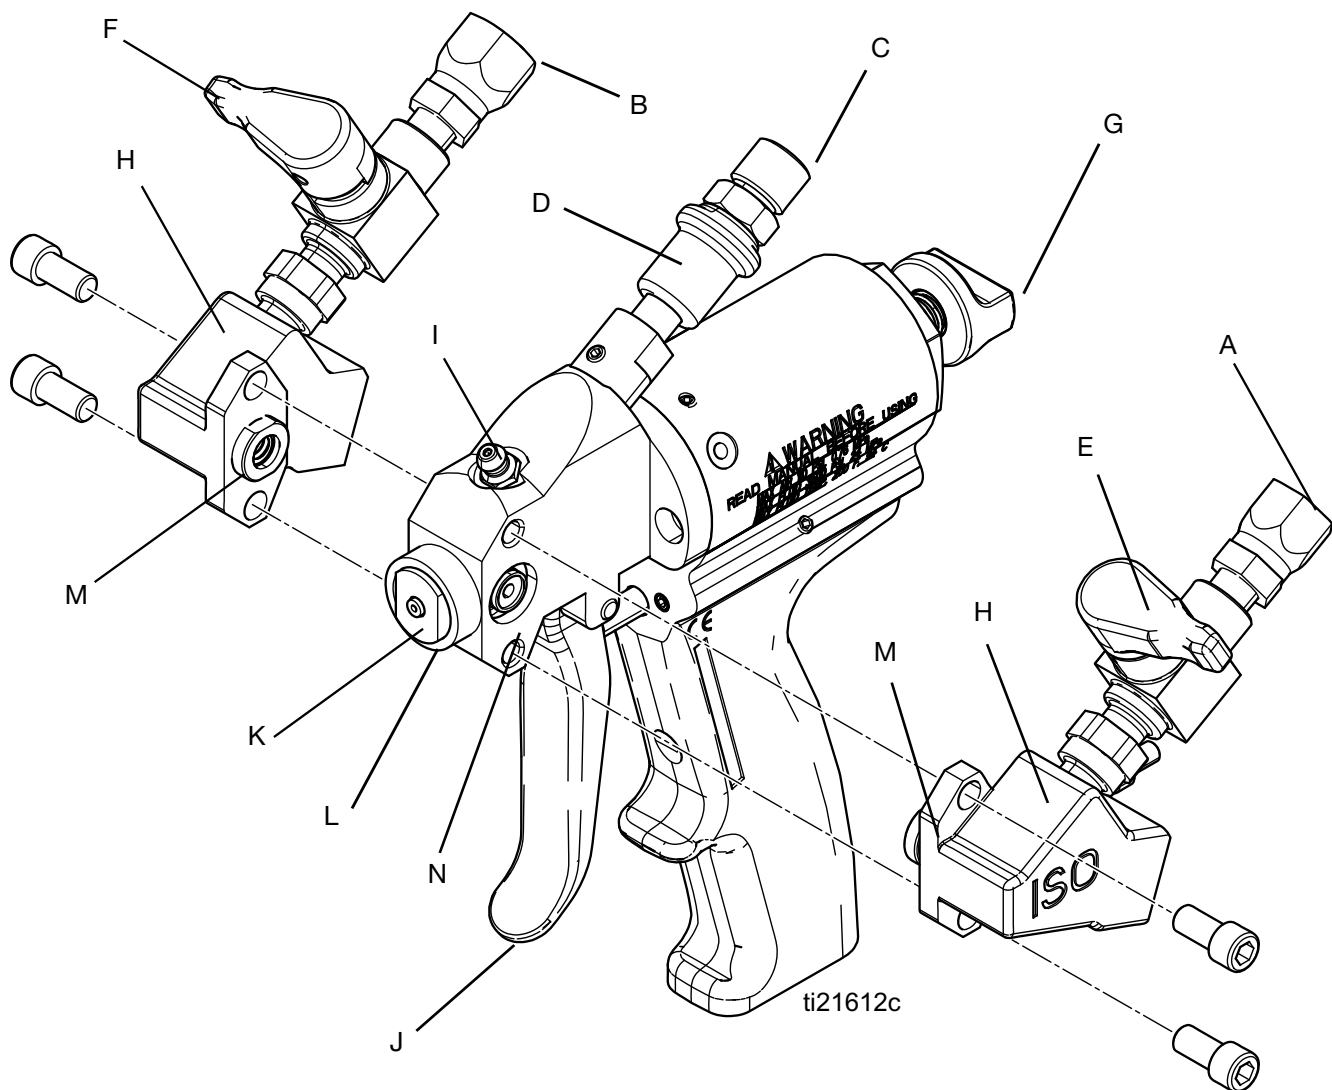

图 1 Probler P2 组件
3. 锁上活塞安全锁 (G)。请参见**活塞保险栓**，第 12 页。
4. 将异氰酸盐 A 侧软管连接到 JIC ISO 软管接头 (A)，并将树脂 B 侧软管连接到 P2 上的 JIC RES 软管接头 (B)。参见图 1（第 8 页）。
5. 将 P2 随附的 1/4 英寸 NPS 进气软管连接到进气软管接头 (C)。参见图 1（第 8 页）。